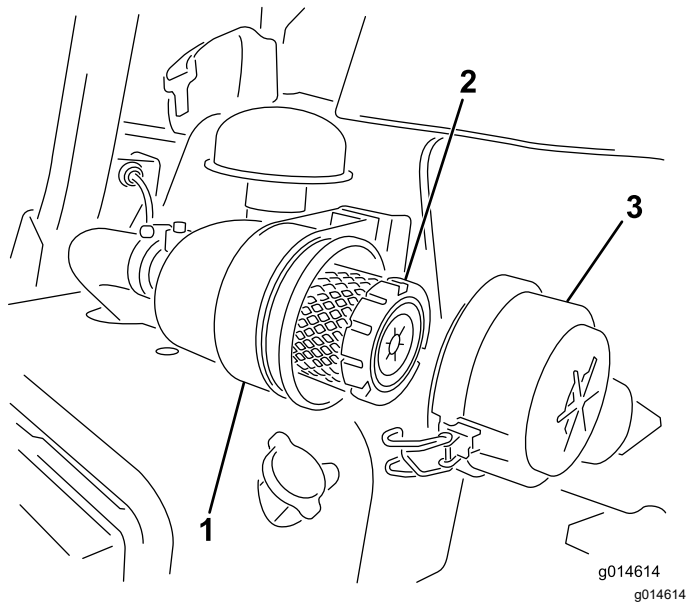

Figure 32
1. Desserrez les attaches qui fixent le couvercle sur le boîtier du filtre à air (Figure 32).
7. Fermez les verrous (Figure 32).